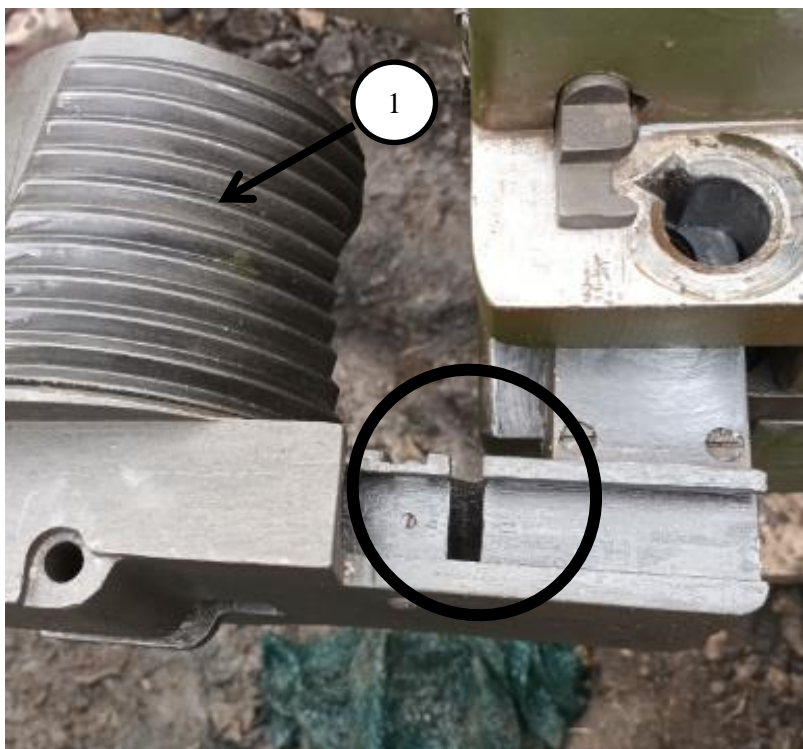
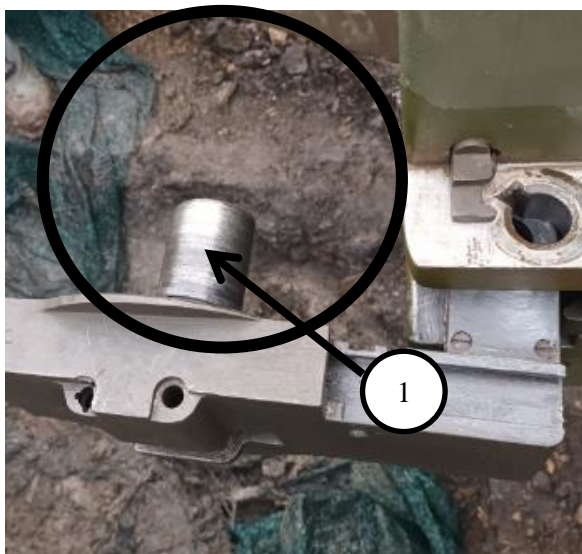

Рисунок 10
Рисунок 11
5. Вынуть стопор гребёнки с пружиной из рамы затвора (Рис. 10).
6.Свинтить поршень **1 (Рис. 10)** с патрубке рамы затвора **1(Рис. 11)** , вращая его по направлению движения часовой стрелки, и отделить поршень от рамы. Поддерживая раму затвора, вынуть рукоятку из проушины казённого и отделить раму от ствола (**Рис. 11**).